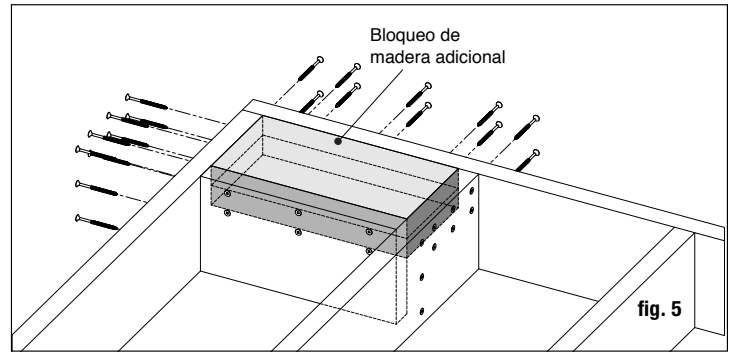

fig. 5
Paso 2 Instalación de los postes: Instale los postes fijando la base de aluminio a la superficie de la terraza. Coloque el poste de forma tal que los el sujetador penetre la viga del piso y asegúrese de que los tabloncillos estén encajados firmemente a la viga en la ubicación de los postes. Se requiere el uso de un bloque o soporte estructural adecuado bajo el material de la terraza al fijar el poste a una terraza con armazón de madera, porque la terraza por sí sola no está aprobada para utilizarse como soporte estructural (fig. 5).